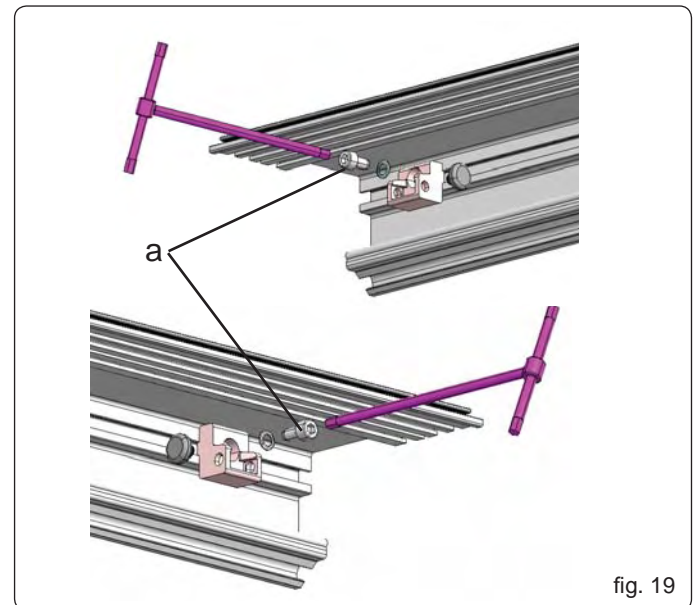

fig. 19
- Lossa säkerhetsskruvarna på de mekaniska stoppen (Fig. 19 ref. a) och ta dem till slutet av stödprofilen.